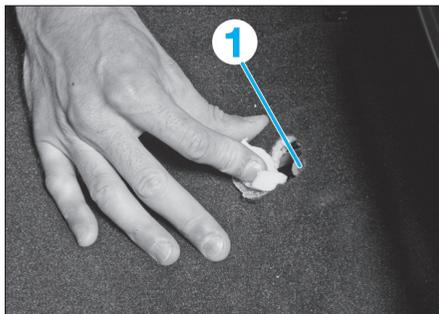

Fig. 32
- Écarter le tapis prédécoupé (Fig.32).
- Déposer le bouchon caoutchouc d'étanchéité du tube guide (1) de l'outil de déverrouillage du frein de stationnement électrique.